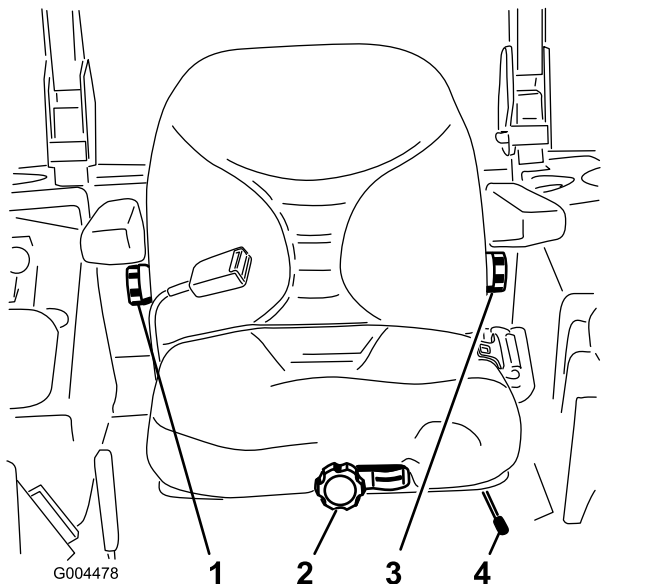

Bild 14
1. Bewegen Sie den Hebel zum Einstellen des Sitzes zur Seite, um den Sitz zu entriegeln (Bild 14).
Drehen Sie zum Verstellen der Rückenlehne das Handrad unter der rechten Armlehne solange in eine Richtung, bis der gewünschte Komfort erreicht ist (Bild 14).
Drehen Sie zum Verstellen der Rückenlehne das Handrad unter der linken Armlehne solange in eine Richtung, bis der gewünschte Komfort erreicht ist (Bild 14).